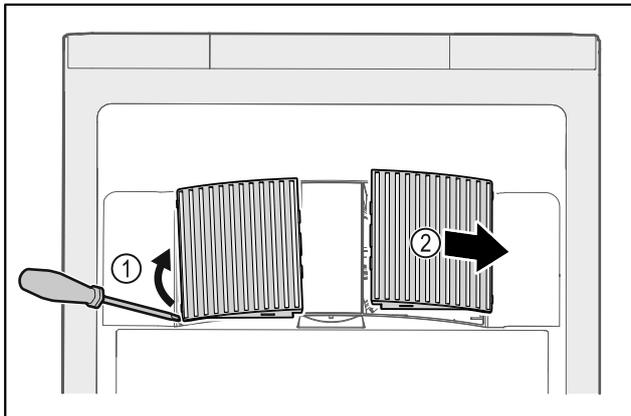

Fig. 148
- ▶ Estrarre con cautela i coperchi delle ventole dai lati Fig. 148 (1) e rimuoverli in avanti Fig. 148 (2).